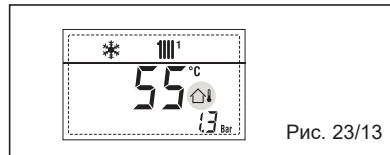

Рис. 23/13
– ВМЕШАТЕЛЬСТВО ПРЕДОХРАНИТ. ТЕРМОСТАТА В ПЕРВОЙ СМЕШАННОЙ ЗОНЕ “ALL 20” (Рис. 23/14)